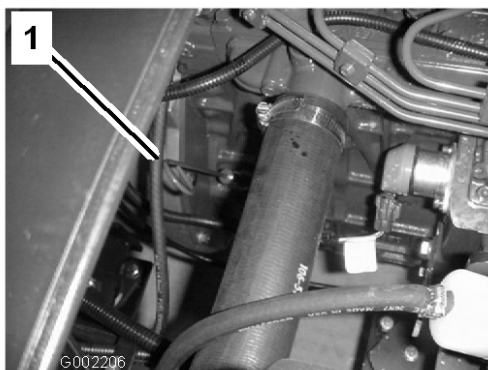

図 16
2. 助手席の下にあるディップスティックを抜き、ウェスで一度きれいに拭く（図 16）。ディップスティックを、チューブの根元までもう一度しっかりと差し込む。ディップスティックを引き抜いて油量を点検する。